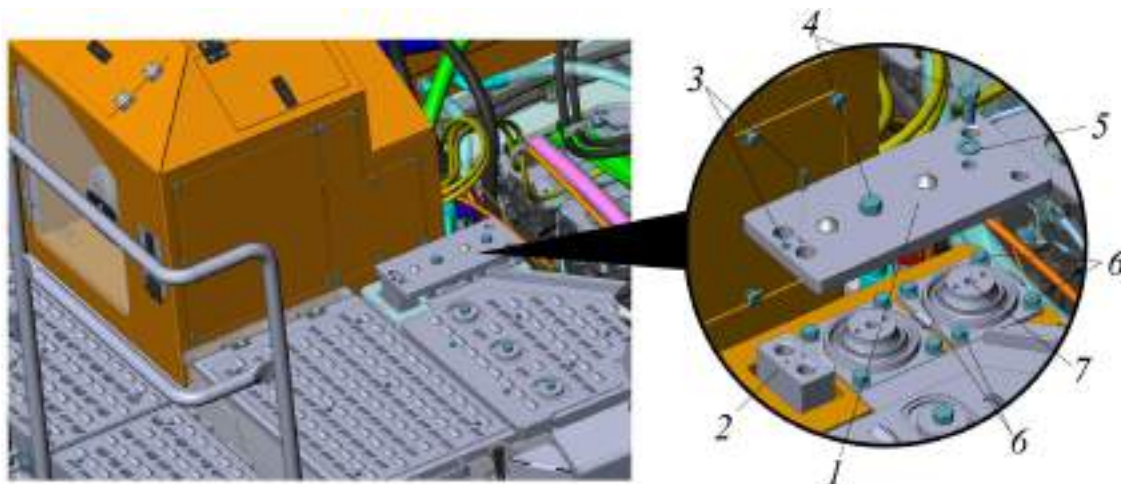

Рисунок 5.35. Демонтаж плиты стыковочной и гидроопоры
- Закрепить любым удобным способом (чтобы не упал вниз) якорь 2, рис. 5.35.
- ▶ Установить гидроопору и плиту стыковочную с левой и правой сторон машины рис. 5.35.